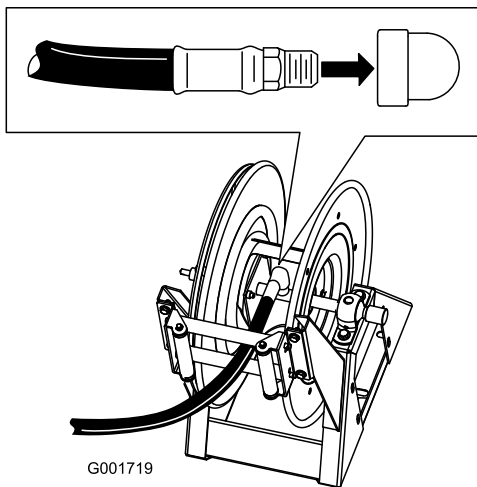

図 46
2. 長いホースのホース継手のネジ山にTeflon®テープを巻き付け、リールの接続チューブに継手を取り付ける (図 46)。